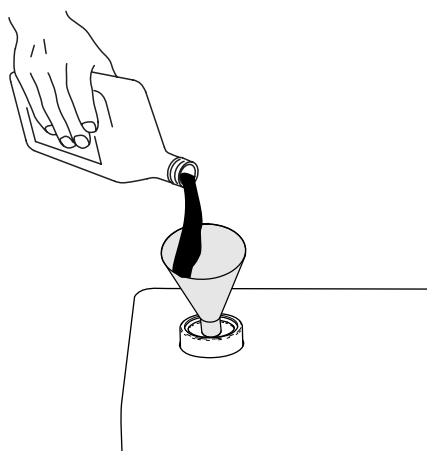

Figura 113
7. Si el nivel de fluido está por debajo de la marca inferior de la varilla, añada fluido hidráulico del tipo especificado al depósito (Figura 113). Repita los pasos 4 a 6 hasta que el nivel de fluido esté entre las 2 marcas de la varilla.